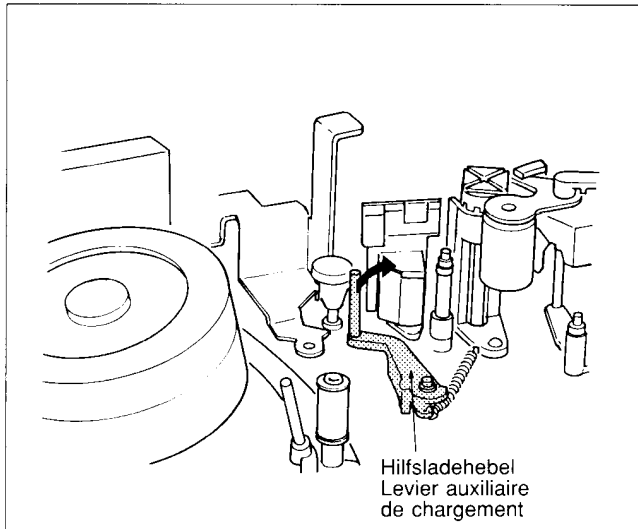

Fig. 64
2. Den Hilfsladehebel mit der Hand spannen (in Richtung A/C-Kopf drücken) und festhalten (Fig. 64). Nun das Lade-Kurvenrad so einsetzen, daß das kleine äußere Loch mit dem mittelgroßen Loch des Übernehmerades fluchtet. Den Hilfsladehebel jetzt loslassen.
2. Tirer d'une main (en direction de la tête A/C) le levier auxiliaire de chargement et le maintenir (Fig. 64). Placer alors la roue à came de chargement de sorte que le petit trou situé à sa périphérie se situe face au trou de grosseur moyenne de la roue de transmission. Relâcher le levier auxiliaire de chargement.